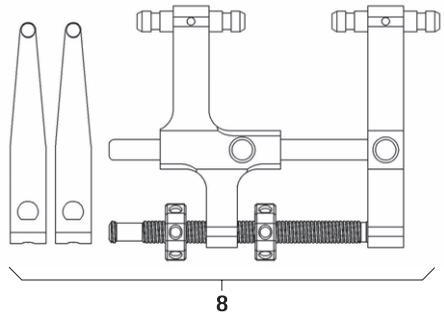

Abb. 13
- ▶ Distraktor **8** mit Distraktionsblättern montieren, siehe Abb. 13.